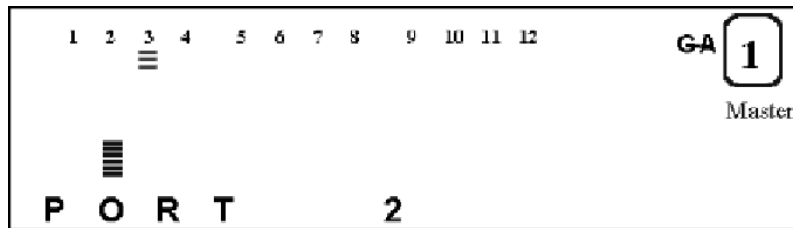

Abbildung 34. Status eines einzelnen Anschlusses
1. Drücken Sie die Taste ENTER, um das Menü für die Anschlußauswahl aufzurufen. Im Nachrichtbereich wird PORT X und unterhalb der Anzeige für die Anschlußnummer ein Balkendiagramm angezeigt (siehe Abb. 34 auf Seite 42).